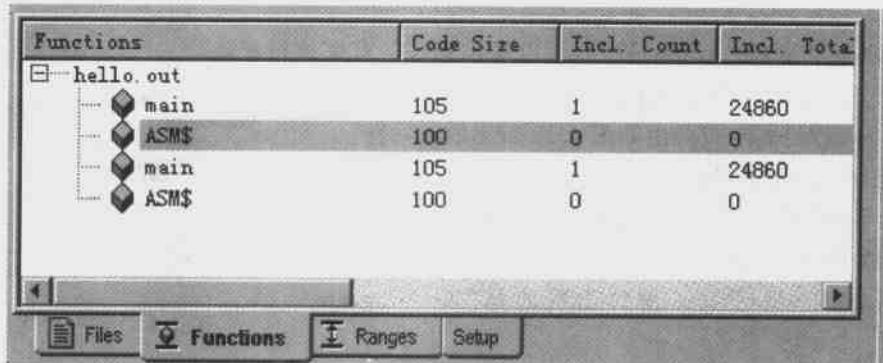

图 4.19 Functions 窗口剖析的函数
(4) 单击 Functions 标签,在 Functions 窗口中显示了剖析的函数。在 hello.out 程序中只有 main 函数,而该程序把嵌入的汇编代码也作为一个函数进行剖析,如图 4.19 所示。